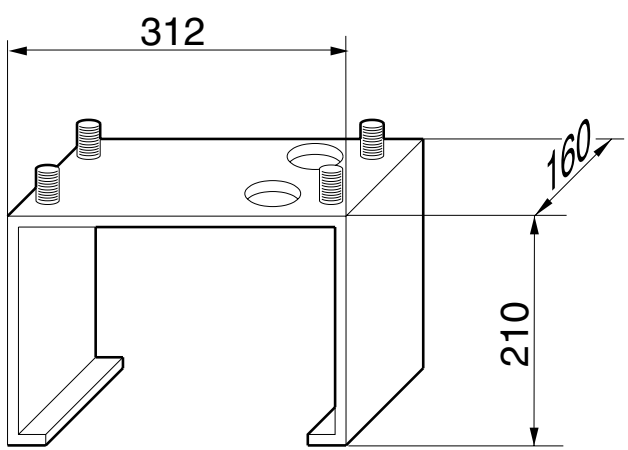

Fig. 2 / Abb. 2
1. Eseguire uno scavo di fondazione, tenendo conto delle misure della contropiastra di fondazione (Fig. 2).
1. Creuser les fondations en tenant compte des mesures de la contre-plaque de fondation (Fig. 2).
1. Realizar una excavación de fundación, considerando las medidas de la contraplancha de fundación (Fig. 2).
1. Make a foundation pit, taking into account the measurements of the foundation plate (Fig. 2).
1. Ein Fundament ausheben, wobei die Abmessungen der Fundamentgegenplatte (Abb. 2) zu beachten sind.
1. Graaf een funderingsgeul waarbij u rekening moet houden met de afmetingen van de tegenfunderingsplaat (fig. 2).